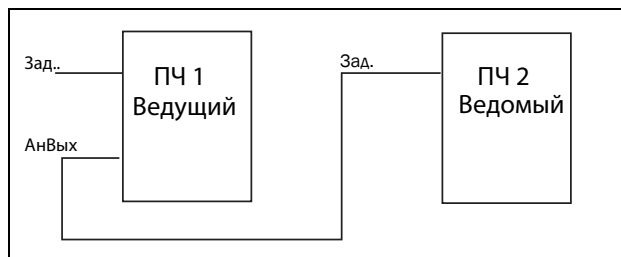

Рис. 143
- сигнала задания для следующего преобразователя частоты в конфигурации «ведущий/ведомый» (см. Рис. 143);